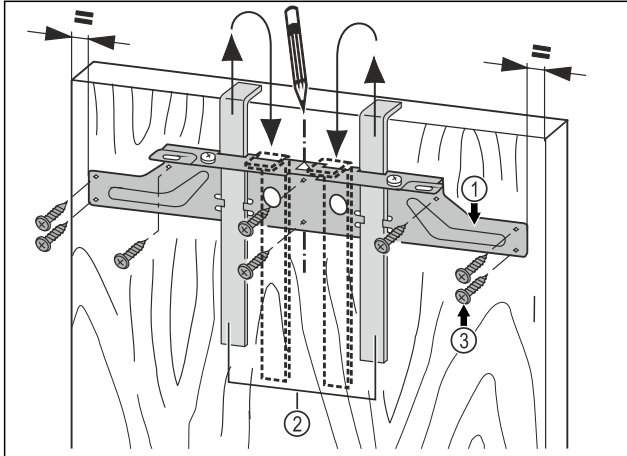

Fig. 45
- ▶ Hæng fastgørelsestraversen Fig. 45 (1) på indersiden af møbeldøren ved hjælp af monteringshjælpermidlerne Fig. 45 (2).
- ▶ Indjuster fastgørelsestraversen Fig. 45 (1) midt på døren.
- ▶ Skru fastgørelsestraversen Fig. 45 (1) fast med mindst 6 skruer Fig. 45 (3).
- ▶ Skru fastgørelsestraversen Fig. 45 (1) fast til kanten med mindst 4 skruer Fig. 45 (3).
- ▶ Træk monteringshjælpermidlerne Fig. 45 (2) op og ud, og skub dem - drejet - ind i de hosliggende holdeåbninger.